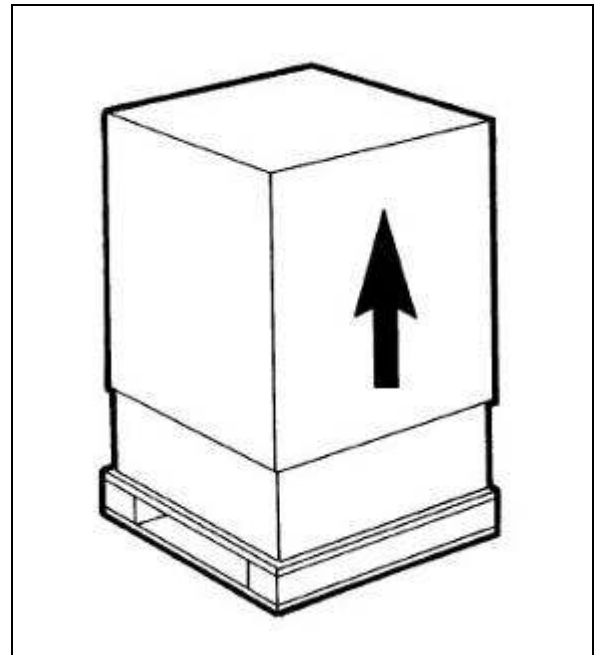

Fig. 1
a) Après avoir retiré l'emballage **en conserver tous les éléments pour le stockage hivernal** et s'assurer de l'intégrité de l'appareil (fig.1).